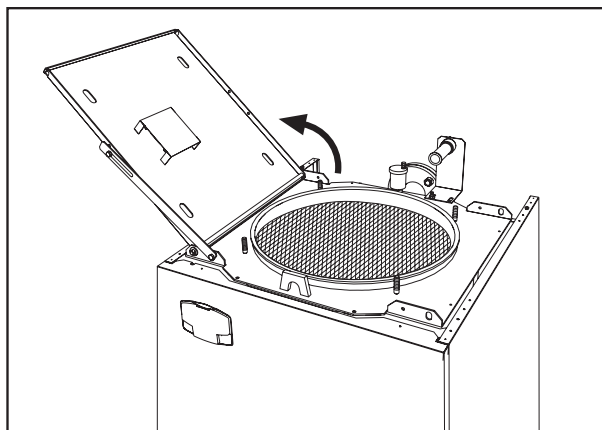

fig. 34
5. Aprire la porta bruciatore (fig. 34).